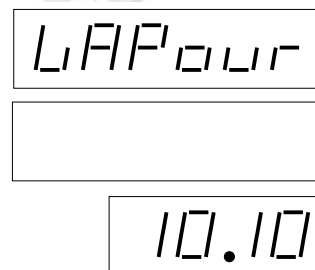

Рис. 15 Отсасывание паров
2. Если Вы хотите продолжать устанавливать параметры, то перейдите к пункту 3, если хотите установить отсасывание паров, нажмите клавишу „+“ (или „-“). В строке общего объема отобразится „VAPour“ *см. рис. 15*. Последующий порядок действий *см. 2.2.8 Калибровка отсасывания*.